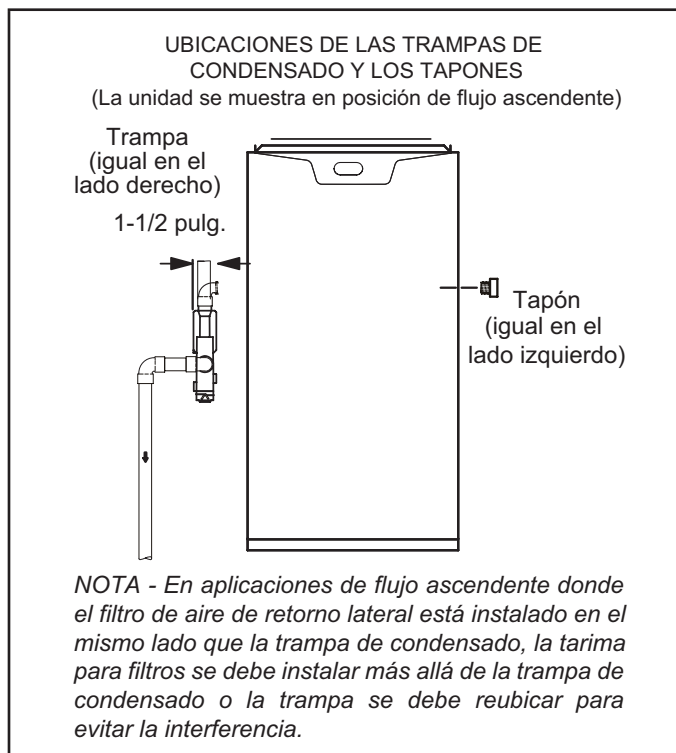

Figura 47
- 2 - Use un destornillador grande de punta plana o una extensión de la boquilla de accionamiento de 1/2" y retire el tapón (Figura 47) de la caja del cabezal del extremo frío en la ubicación apropiada en el costado de la unidad. Instale el accesorio del codo macho hembra de 3/4 NPT en la caja del cabezal del extremo frío. Use cinta de Teflón o un recubrimiento para tuberías apropiado.